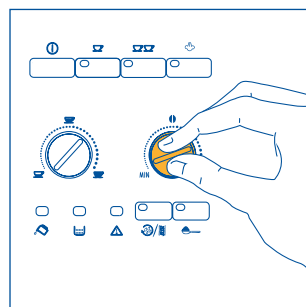
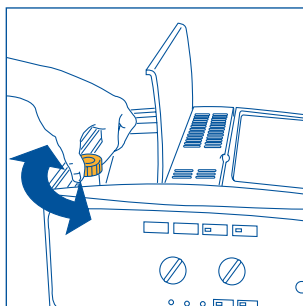

Fig.7
Fig. 17
- 2) Draai aan de rechterknop (fig. 7) om de smaak van de koffie te regelen. Hoe verder in wijzerzin wordt gedraaid, hoe meer koffiebonen worden gemalen en hoe sterker de koffie zal zijn. Wanneer het koffiezetapparaat nieuw is, moeten meerdere kopjes koffie worden gezet vooraleer de juiste stand van de knop wordt gevonden. Draai de knop niet te ver in wijzerzin, omdat de koffie anders te langzaam wordt afgegeven (druppels), vooral wanneer twee kopjes koffie worden gezet.
OPMERKING 1: Indien de koffie druppelsgewijs of helemaal niet wordt afgegeven, dan wordt de regelknop van de maalgraad (fig. 17) even in wijzerzin gedraaid (zie par. 6). Draai een streepje per keer, tot de gewenste afgifte wordt bekomen.
OPMERKING 2: Indien koffie te snel wordt afgegeven en de crème niet geslaagd is, draai de rechterknop (fig. 7) even in wijzerzin. Zet meerdere kopjes koffie, om de correcte positie van de knop te bepalen. Draai de knop niet te ver in wijzerzin, omdat de koffie anders te langzaam wordt afgegeven (druppels), vooral wanneer twee kopjes koffie worden gezet. Indien na enkele kopjes nog geen bevredigende crème wordt bekomen, wordt ook de regelknop van de maalgraad (fig. 17) een beetje tegen de wijzers van de klok in gedraaid (zie hoofdstuk 6).
Om dit te voorkomen, wordt de maalgraad aangepast met behulp van de relatieve regelknop (fig.17), die een beetje tegen de wijzers van de klok in wordt gedraaid zoals beschreven in hoofdstuk 6).